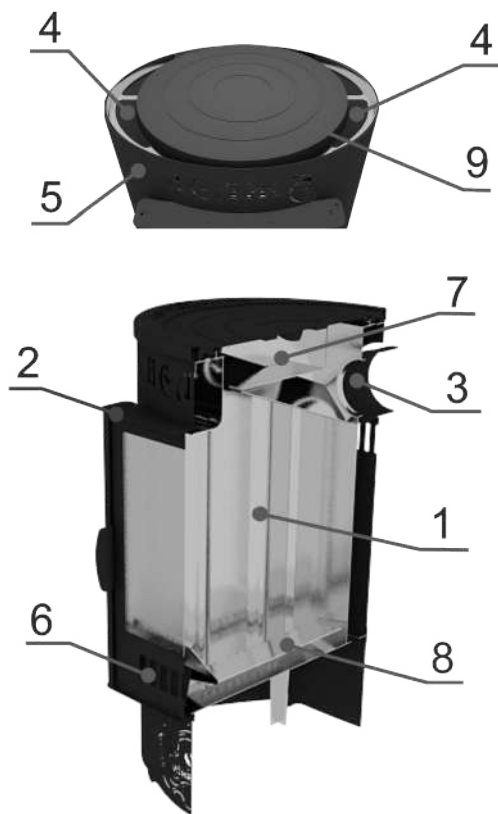

Рисунок 3. Конструкция печи
4.2. Печь состоит (см. рис.3) из корпуса сварной конструкции и кожуха-конвектора. В свою очередь, корпус состоит из топки и туннеля с дверью. Топка изготовлена из жаропрочной нержавеющей стали. В двери предусмотрено окно из жаропрочного стекла для возможности визуального наблюдения за процессом горения дров.
9.1. Варочная поверхность 9 (рис. 3) изготовлена из чугуна, что обеспечивает комфортное приготовление или разогрев Ваших любимых блюд.